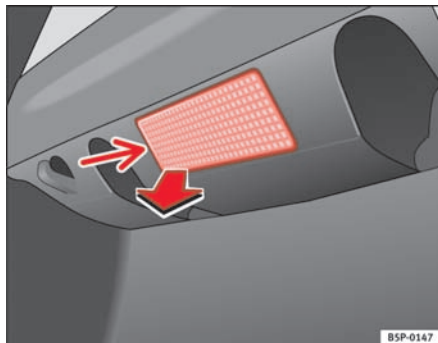

Fig. 146 Bagagerumslys
- Tag den tulipanformede holder af ved at trykke på kanten indeni -pil- med den flade ende af en skruetrækker ⇒ fig. 146.